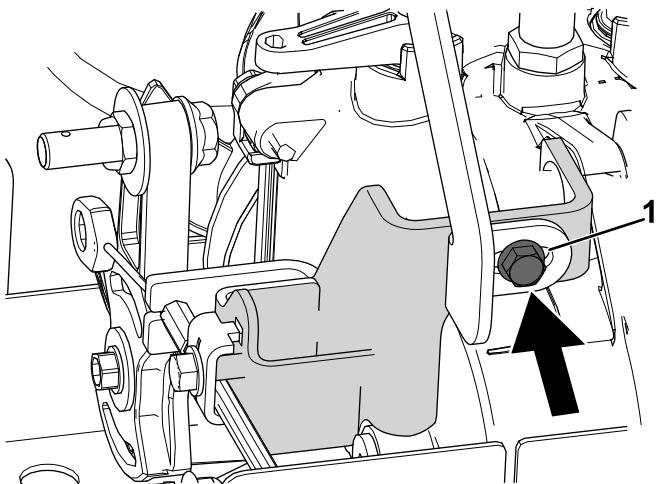

Figura 13
3. Instale el perno hexagonal ($\frac{1}{4}$ " x $\frac{5}{8}$ ") que fija el soporte de la transmisión hidrostática al soporte superior de la transmisión hidrostática (Figura 13).
4. Apriete el tornillo ($\frac{1}{4}$ " x $\frac{5}{8}$) que fija el soporte de la transmisión hidrostática al soporte superior de la transmisión hidrostática (Figura 13).